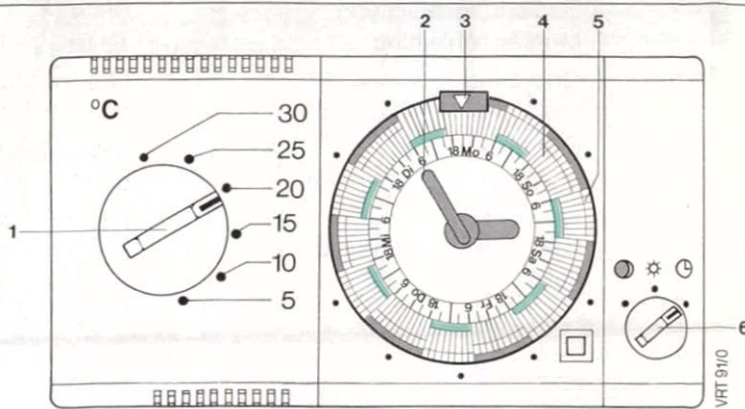

Fig. 1
(Fig. 1, Seite 3)
Beispiel: Bei Heizprogramm nach Abb. 1 schaltet die Heizung um 6 Uhr ein, die eingestellte Tagtemperatur wird etwa um 7 Uhr erreicht. Um 20 Uhr schaltet die Heizung ab, bis etwa 22 Uhr bleibt es angenehm warm.
Im Anlieferungszustand sinkt während der eingestellten Absenkezeiten – Schaltreiter (5) herausgezogen – die Raumtemperatur bis zu 5 K (5°C) gegenüber dem am Tagtemperaturwähler (1, Abb. 1) eingestellten Wert; die Absenkung kann am Potentiometer (20, Abb. 7, Seite 63) bis auf 10 K erweitert werden.